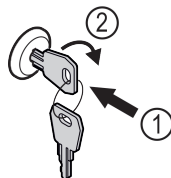

Fig. 194
- ▶ Włożyć kluczyk. Fig. 194 (1)
- ▶ Przekręcić kluczyk o 90° w prawo. Fig. 194 (2)